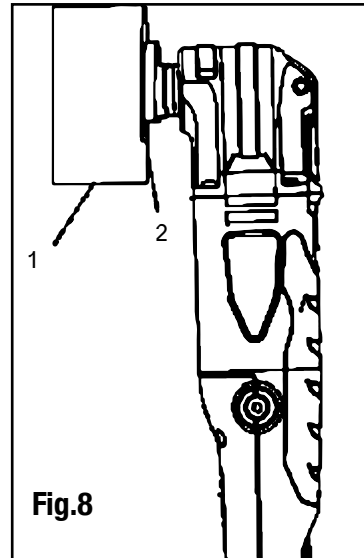

Fig.8
2. Placer la boîte pour la prise électrique sur la cloison et, avec un crayon à mine tendre, tracer le rectangle à couper (1) dans la cloison (fig. 8).